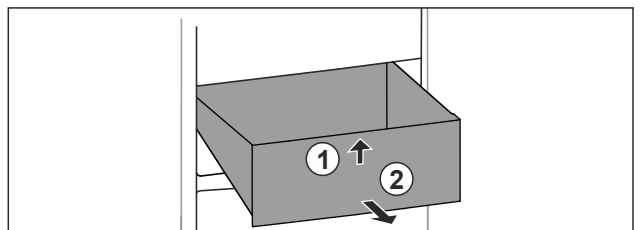

Fig. 25
- ▶ Soulever la partie avant du tiroir. Fig. 25 (1).
- ▶ Retirer le tiroir par l'avant. Fig. 25 (2)